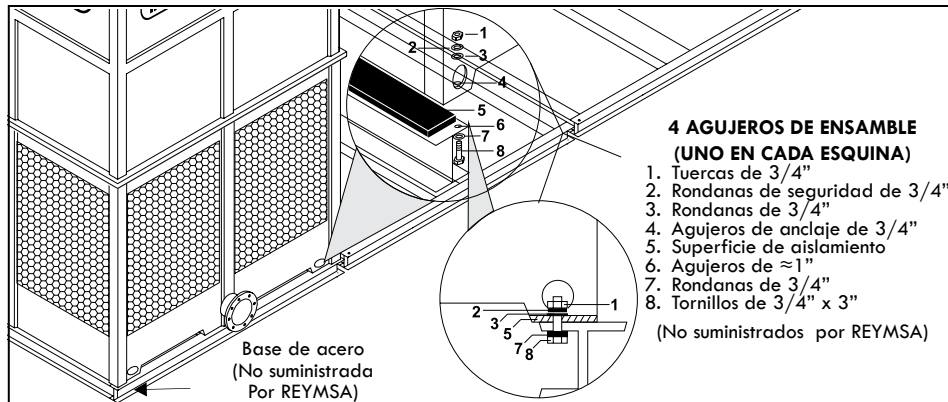

Figura A-95: Anclaje típico de una torre modular (RTGM y RTGMTC)
A. Una vez ensamblada la torre, proceda a levantarla usando una grúa y una barra separadora para colocarla sobre la superficie de aislamiento y la base de acero (ver Figuras A-93 y 94). Atornille con la tornillería de acero inoxidable (NO suministrada por REYMSA, ver Figura A-95).